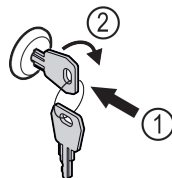

Fig. 129
- ▶ Paina avain lukkoon Fig. 129 (1).
- ▶ Kierrä avainta 90° myötäpäivään Fig. 129 (2).